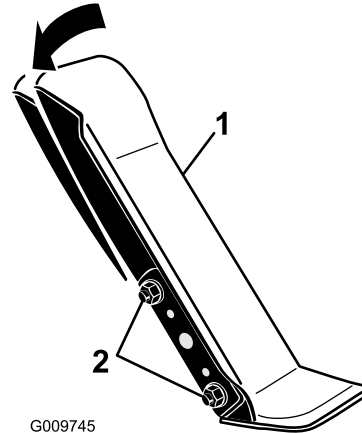

Bild 88
1. Lösen Sie die zwei Muttern und Schrauben, mit denen die linke Seite des Fahrpedals an der Halterung befestigt ist (Bild 88).
2. Drehen Sie das Pedal auf den gewünschten Winkel und ziehen Sie die Muttern an (Bild 88).